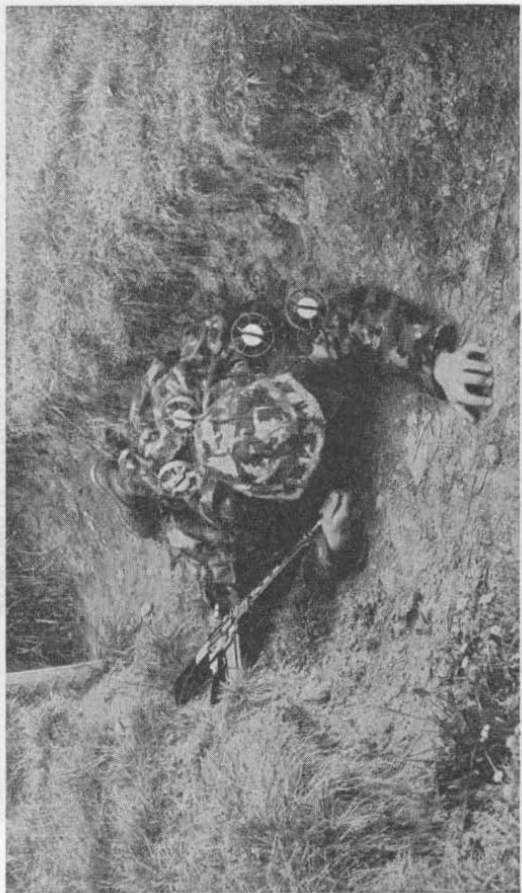

Bild 39
- Tragart zum Kriechen im Graben: Das Sturmgewehr wird mit dem Pistolengriff nach außen im rechten Arm mitgezogen, Korn und Diopter sind zugeklappt (Bild 39). Die Laufmündung ist vor Verschmutzung zu schützen; wenn möglich wird sie mit der rechten Hand verdeckt.